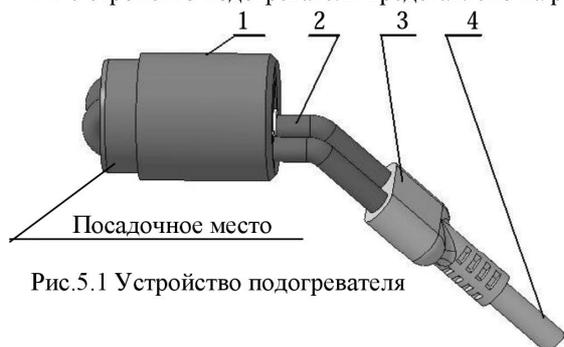

Рис.5.1 Устройство подогревателя
6.5 Нанести на посадочное место подогревателя (Рис.5.1) герметик и ударами молотка через оправку запрессовать подогреватель в гнездо, ориентируя выводы ТЭНа со шнуром вниз. При запрессовке не допускать перекосов корпуса подогревателя (Рис.6.7а).